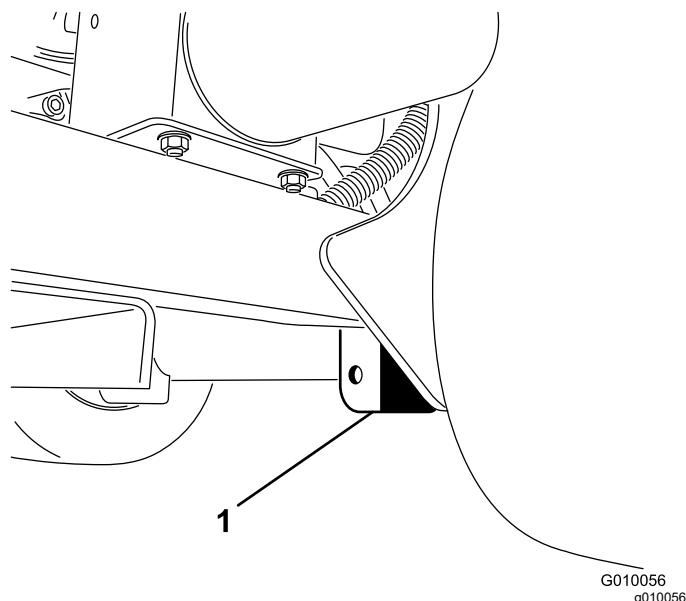

Figura 37
3. Coloque el gato firmemente debajo de la placa del bastidor, justo por dentro de la rueda trasera (Figura 37).